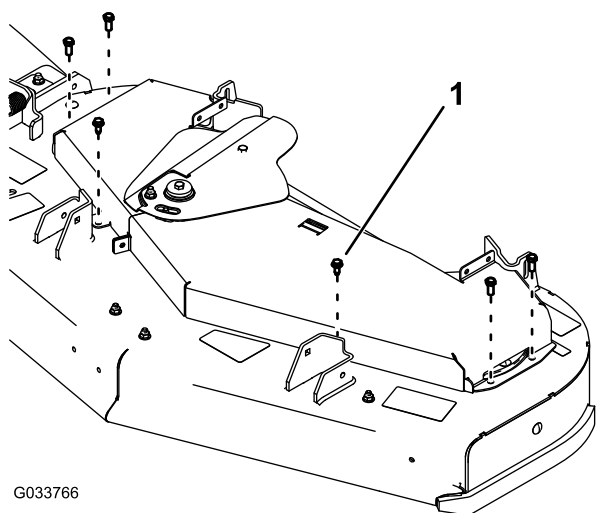

Figure 71
7. Retirez les 6 boulons qui fixent les couvercles de courroie au plateau de coupe et faites glisser les couvercles de courroie pour les sortir de sous le couvercle de la poulie de tension (Figure 71).
10. Reposez les couvercles de courroie à l'aide de 6 boulons (Figure 71).